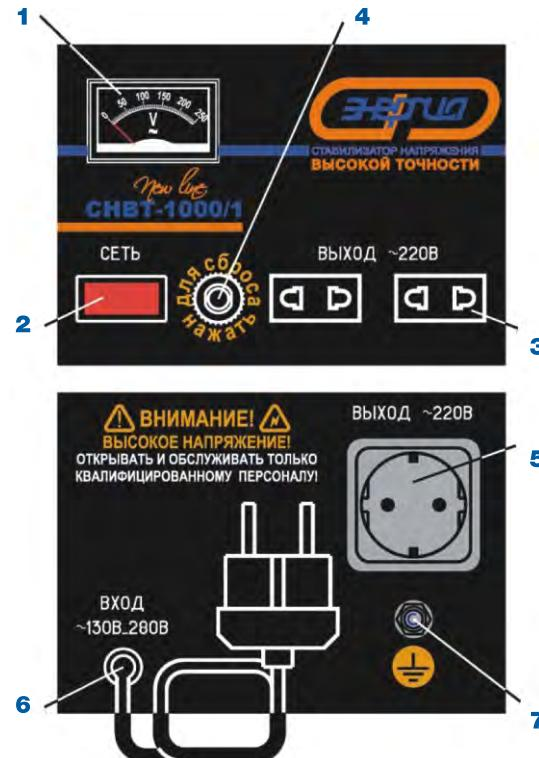

Рис. 3. Модели CHBT-500/1...1500/1
4.1. ПЕРЕЧЕНЬ СОСТАВНЫХ ЧАСТЕЙ ИЗДЕЛИЯ (РИС. 3, 4, 5, 6, 7).
5.4.1. Расположение элементов подключения, управления и индикации для всех моделей показано на рис. 3, 4, 5, 6, 7. Их позиционные обозначения и назначение указаны в Таблице 2.